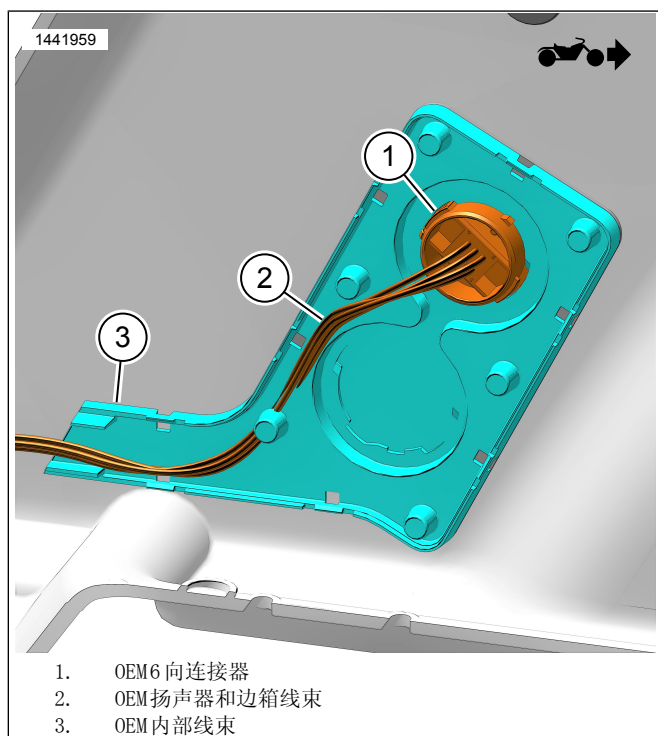

图6。OEM内部线束（边箱内）
1. 参见图6。拆下右边箱OEM组件。
- d. 拆下OEM6路连接器[289B] (1)。松开止动锁并逆时针转动。
- e. 将扬声器和边箱线束导线 (2) 和接头从孔拉出。保留待用。
- f. 拆下并丢弃OEM内部线束 (3) 和螺丝。
2. 参见图6。安装右边箱OEM6路连接器 (1)。
- a. 通过孔安装扬声器和边箱线束导线 (2) 和接头。
- b. 安装OEM6路连接器[289B] (1)。顺时针转动，直到止动装置锁定。